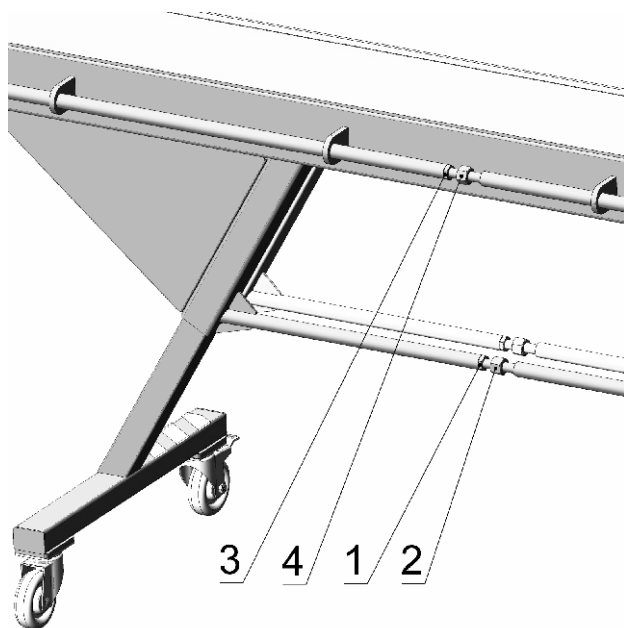

Рисунок 6. Допускаются небольшие отклонения во внешнем виде товара.
5.2. Регулировка станины (рисунок 6)